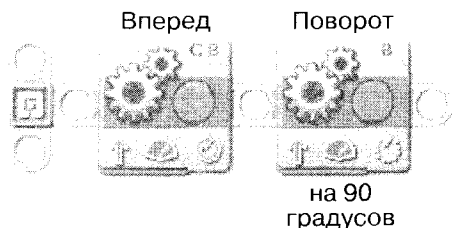

Рис. 65. Команды **Вперед** и **Поворот на 90°**
1. Точно настройте два блока (рис. 65): движение робота вдоль стороны квадрата и поворот робота на 90°.